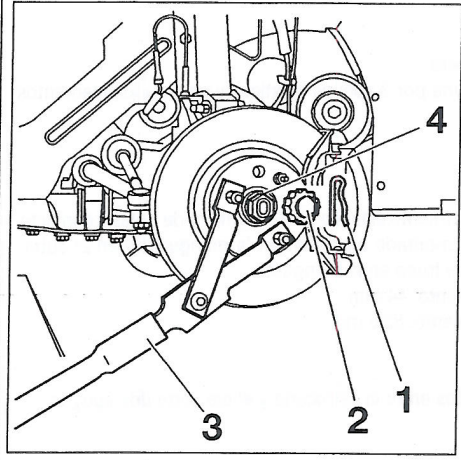
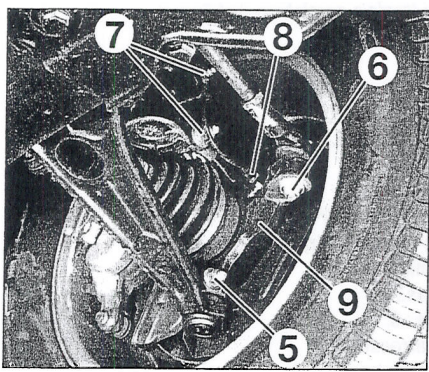

FIGURA 6-7
FIGURA 6-8
- Desmontar el pasador (1) (**figura 6-7**) y la arandela de freno (2).
- Con un útil apropiado (3), inmovilizar el cubo y a continuación desmontar la tuerca de transmisión (4).
- Desmontar el perno de sujeción (5) (**figura 6-8**).
- Desmontar la tuerca de la rótula (6).
- Desmontar las fijaciones (7).
- Desmontar el captador ABS (8).
- Separar la transmisión de la mangueta (9).